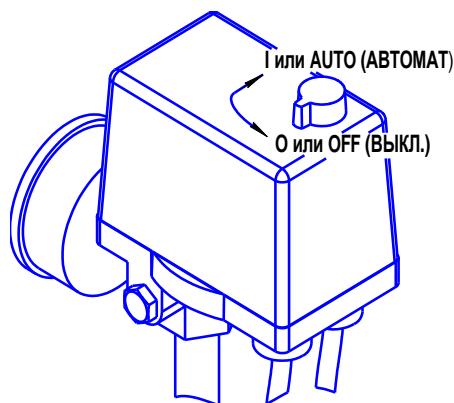

Рисунок 2
- 1 Проверьте, чтобы выключатель на прессостате находился в выключенном положении "OFF" или "O", в зависимости от исполнения (см. рисунок 2).
- 1 Выключить компрессор выключателем на прессостате. Для этого необходимо переключить выключатель в положение "OFF" или "O", в зависимости от исполнения (см. рисунок 2). После этого остановится электродвигатель и произойдет сброс давления из нагнетательного воздухопровода и поршневого блока.
Для пуска компрессоров СБ4/Ф-500.W95, СБ4/Ф-500.W95/16, СБ4/Ф-500.W95ТБ после срабатывания защиты выполните следующие действия: после того, как двигатель остынет до допустимой температуры переключите выключатель на прессостате в положение "OFF" (см. рисунок 2), а затем включите компрессор переключив выключатель в положение "AUTO". Компрессор СБ4/Ф-500.W95Т включается автоматически.